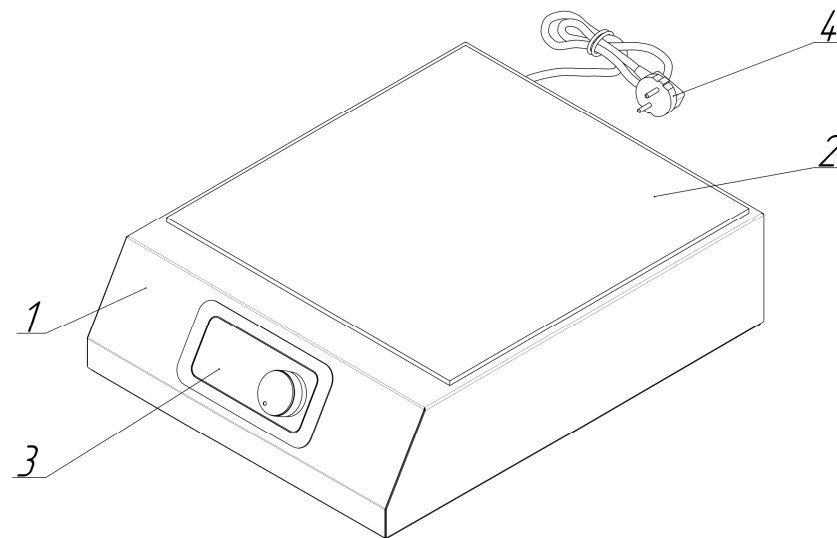

Рисунок 1 – Общий вид
5.1 Индукционная плита (смотри рисунок 1) состоит из корпуса поз. 1, выполненного из нержавеющей стали и стеклокерамической варочной панели поз. 2. На корпусе расположена панель управления поз. 3, позволяющая плавно регулировать мощность панели. Для подключения к электрической сети служит питающий шнур вилкой с заземляющим контактом. поз. 4.